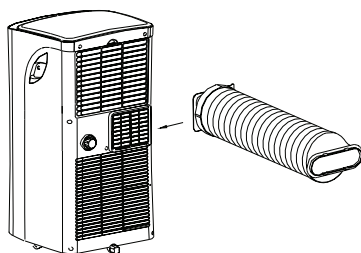

Fig.18
2. Pressez le tuyau d'échappement dans l'ouverture de la sortie d'air selon la direction de la flèche (voir Fig. 18).